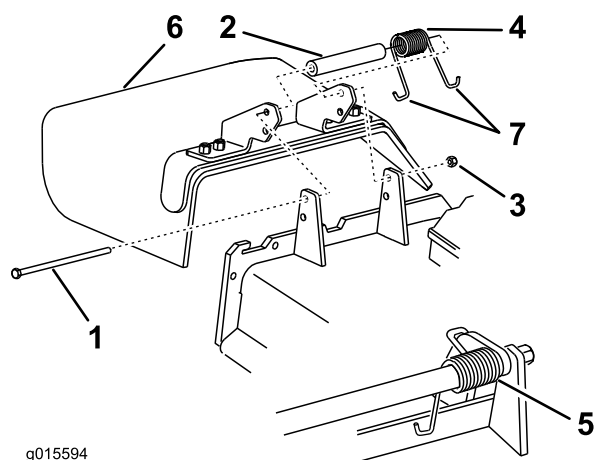

Figura 90
1. Retire la contratuerca, el perno, el muelle y el espaciador que sujetan el deflector a los soportes de pivote (Figura 90). Retire el deflector de hierba dañado o desgastado.
Nota: Asegúrese de colocar un extremo en **J** del muelle detrás del reborde de la carcasa antes de instalar el perno, según se muestra en Figura 90.
3. Instale el perno y la tuerca. Coloque un extremo en **J** del muelle alrededor del deflector de hierba (Figura 90).